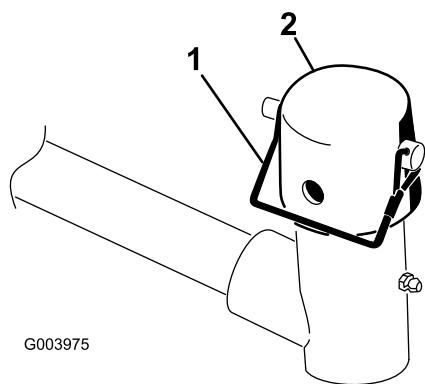

图10
7. 从提升臂轴轭上拆下锁扣销和中心盖（图10）。
11. 使用锁扣销将中心盖和承载架轴固定到提升臂轭。如果需要可偏转的滚刀组，可使用槽；如果需要滚刀组锁定到位，可使用孔（图10）。